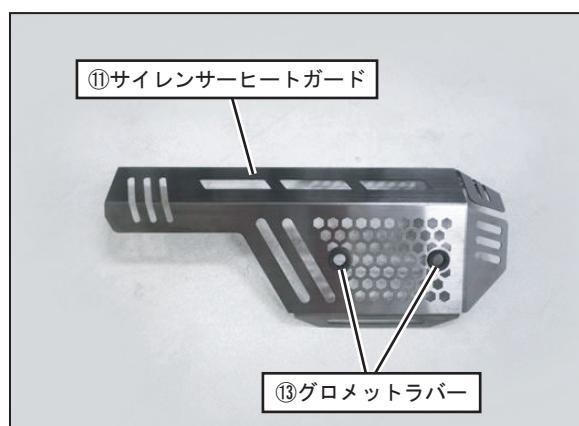

FIG. 13
12. ⑪サイレンサーヒートガードに⑬グロメットラバーを取り付けて下さい。 (FIG. 13参照)